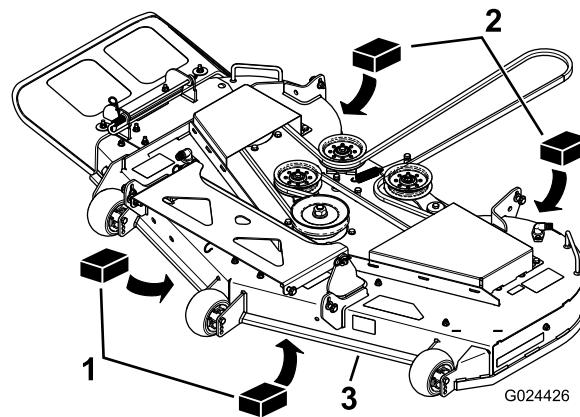

Figura 69
3. Rode cuidadosamente as lâminas para que estejam da frente para trás (Figura 69).
3. Coloque dois calços de 6,6 cm de espessura cada debaixo de cada lado da extremidade frontal da plataforma, mas não debaixo dos suportes do rolo antidano (Figura 69).
4. Coloque dois calços de 7,3 cm de espessura cada debaixo da extremidade traseira da aba da plataforma de corte, um em cada lado da plataforma de corte (Figura 69).